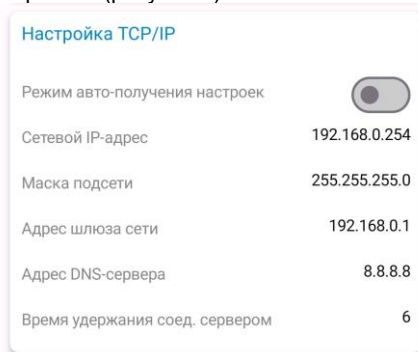

Рисунок 3 – Настройка TCP/IP
он становится серого цвета и настройки TCP/IP теперь можно редактировать (рисунок 3).
7.2.9 Нажав на кнопку с изображением «i» (рисунок 3) приложение выведет окно с информацией о подключенном приборе в соответствии с рисунком 5.